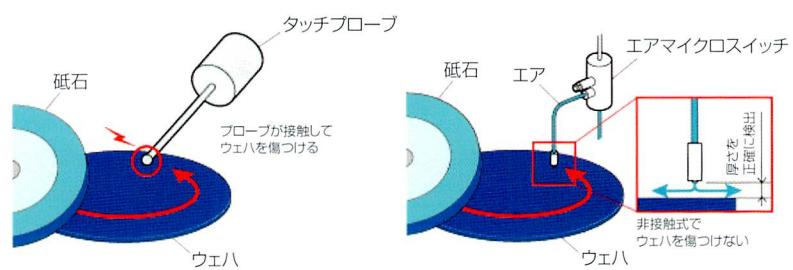

図8 半導体ウェハの厚さ測定(非接触)
- ・半導体ウェハの厚さ計測(図8):従来の「タッチプローブ」に比べ、計測精度が高い。エアを利用した非接触検出により、ウェハを傷つけることがない。